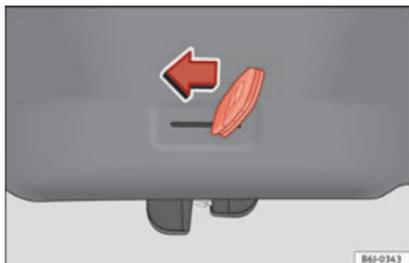

Fig. 4 Abertura de emergência da porta da mala.
- Introduza o palhetão da chave na ranhura e destranque o sistema de fecho, rodando a chave da direita para a esquerda, tal como indica a seta »» Fig. 4.